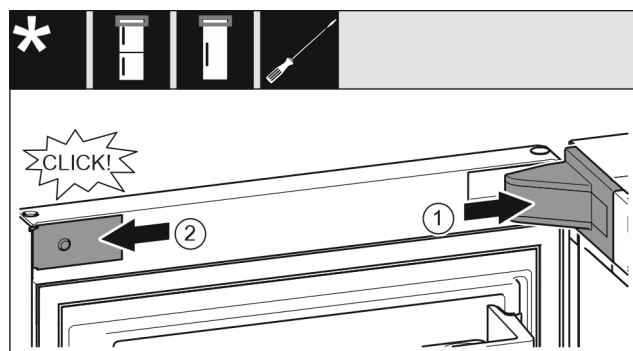

Fig. 22
- Lagerbokafdekking Fig. 22 (1) plaatsen en vastklikken, evt. voorzichtig uit elkaar drukken.
- Panelen Fig. 22 (2) aan de zijkanten plaatsen en vastklikken.